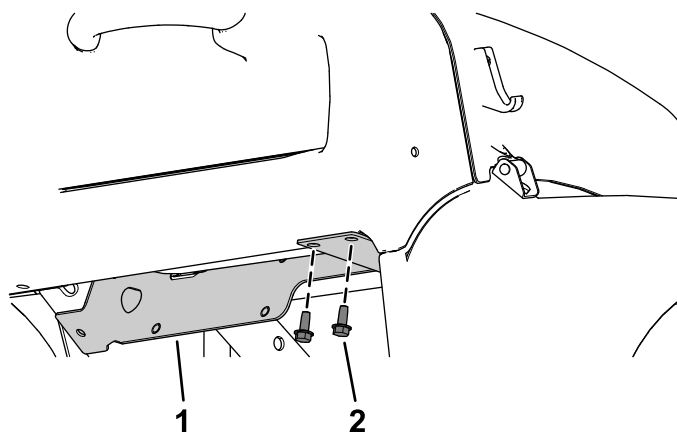

Figura 25
- B. Fije el lado derecho del soporte del calentador al salpicadero con los 2 tornillos retirados anteriormente (5/16" x 3/4"), tal y como se muestra en la Figura 25.